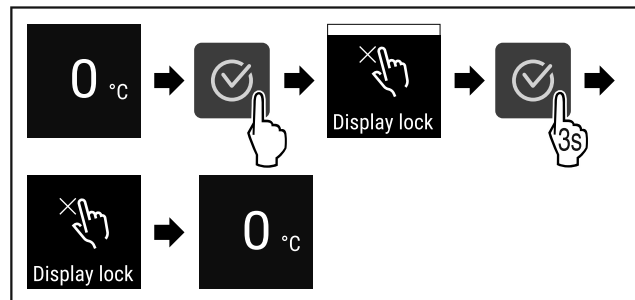

Fig. 68
- ▶ Изпълнете стъпките (виж Fig. 68) .